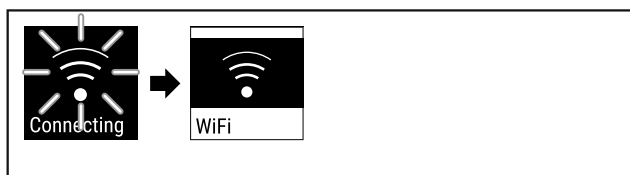

Fig. 86
- ▶ Povezava se vzpostavlja (glejte Fig. 86).